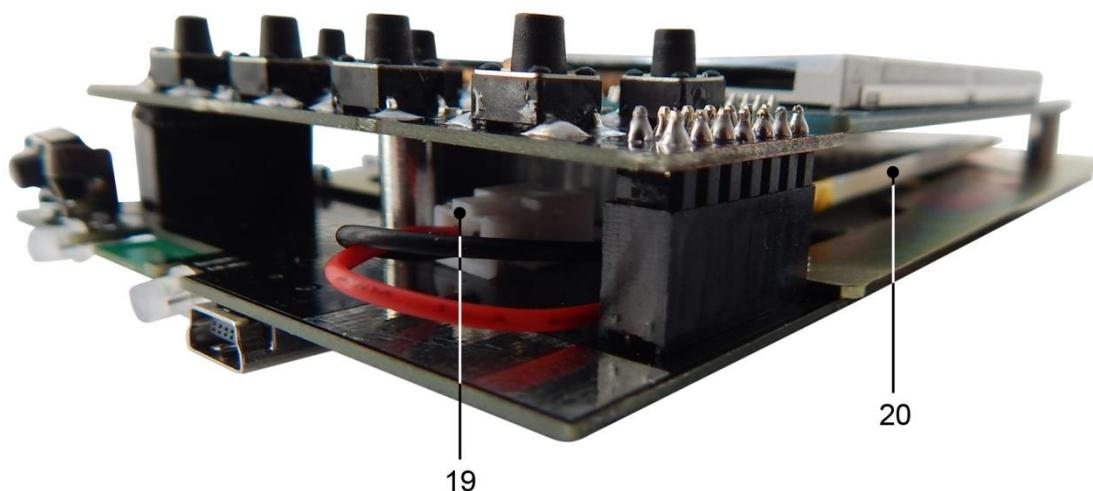

Рисунок 93 – Замена аккумулятора.
10.3.6. Аккумулятор (20) находится на шасси под модулем экрана и закреплен двухсторонним скотчем. Осторожно отсоедините разъем (19) аккумулятора от разъема, который расположен на печатной плате, под модулем кнопок управления (Рисунок 93). Извлеките старый аккумулятор (20) и удалите старый двусторонний скотч, которым он был прикреплен к шасси.